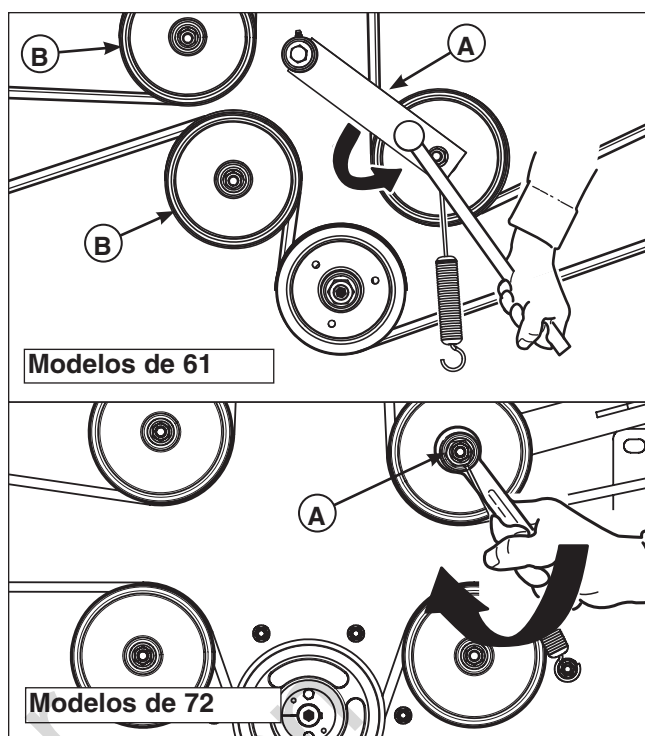

Figura 44. Banda del PTO de la podadora
3. **Modelos de 61:** Utilice una barra distribuidora de 1/2", coloque el extremo cuadrado en el orificio, también cuadrado, que se encuentra al final del brazo tensor (A, Figura 44). Gire cuidadosamente la barra a la derecha; esto liberará la tensión en la banda, ejercida desde el brazo tensor.
Modelos de 72: Con una llave combinada de 3/4", gire la polea tensora accionada por resorte (C, Figura 44) a la derecha para eliminar la tensión de la banda.